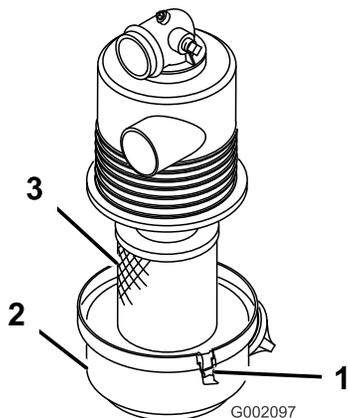

图16
1. 检查空气滤清器壳体是否有可能导致空气泄漏的损坏。确保盖子密封在空气滤清器壳体周围图16。
2. 松开将空气滤清器盖固定到空气滤清器外壳上的门锁图16。
3. 从空气滤清器外壳上分离空气滤清器盖并清洁盖子的内部图16。
3. 将空气滤清器滤芯插入空气滤清器外壳图16。
4. 将空气滤清器盖与空气滤清器外壳对齐图16。
5. 用门锁图16将盖子固定到外壳上。